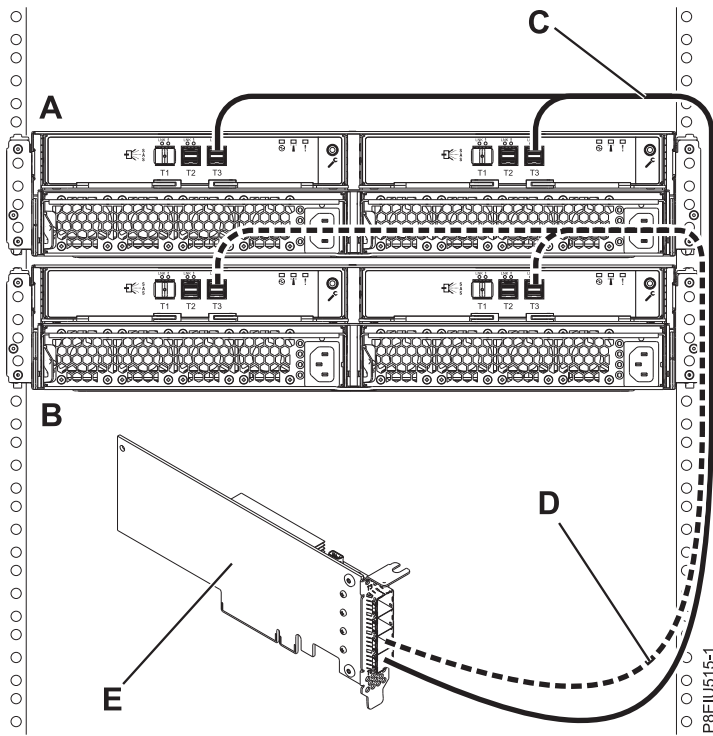

Abbildung 15. Modus 1-Anschluss von zwei ESLL- und ESLS-Speichereinheiten mit einem YO12-Kabel an einen einzelnen SAS-Adapter (FC EJ0J oder FC EJ0M)
15. Schließen Sie zwei Gehäuse im Modus 1 (**A und B**) mit YO12-Kabeln (**C und D**) an einen einzelnen SAS-Adapter (FC EJ0J oder FC EJ0M) (**E**) an (siehe Abb. 15 auf Seite 18) und fahren Sie anschließend mit „Kabel und Netzkabel anschließen und Abdeckungen installieren“ auf Seite 24 fort.